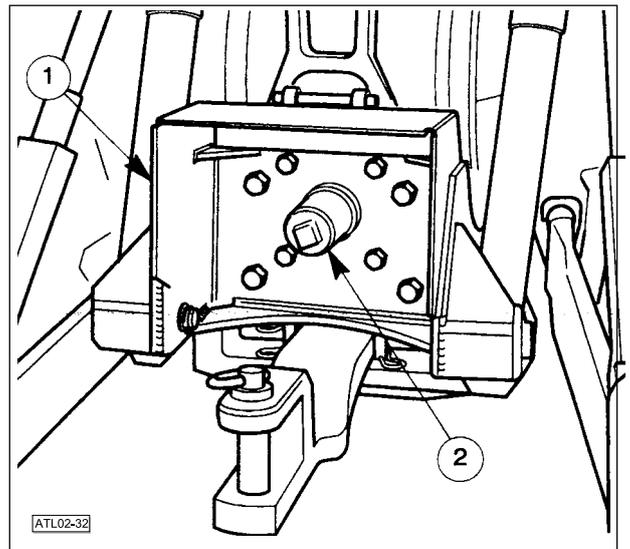

Fig.2-32
- Assegure-se de que a protecção da Tomada de Força (1) esteja correctamente montada e que a tampa do veio (2) esteja montada quando a TDF não for utilizada (Fig.2-32).